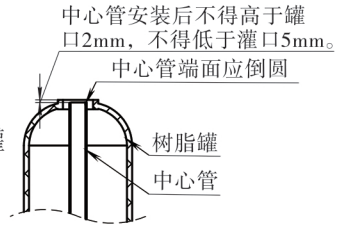

图1
①过滤器与排水口距离越短越好；尽可能将系统安装在出现漏水时，损失最小的地方。
②如图1，中心管安装后不得高于罐口2mm，不得低于罐口5mm，且中心管端部应倒圆，以防损坏中心管O形圈。
③安装控制阀时，应防止基座O形圈脱落。
④安装时确保进出水管平行；进、出水管路用固定架支撑固定。
⑤严禁将排水管和其它接头作为支承提升或搬运；